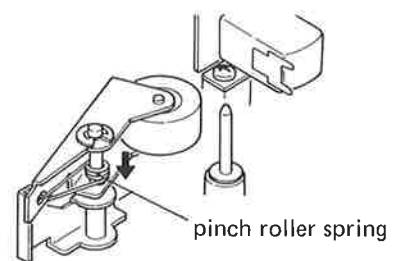

Fig. 4-5
- If the pinch roller spring (fig. 4-5) was replaced for repair, always position the spring around the lower half of the spring shaft as shown in fig. 4-5.
- もし修理のためにピンチ・ローラ・スプリング (図4-5) の交換をした時は、必ず図4-5のようにスプリングをスプリング・シャフトの下側に位置させる。